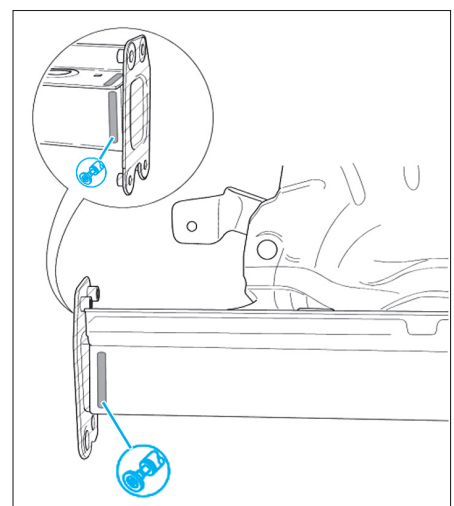

FIG. 24
- Meuler les cordons de soudure de l'embout de longeron (Fig.24), puis le déposer.